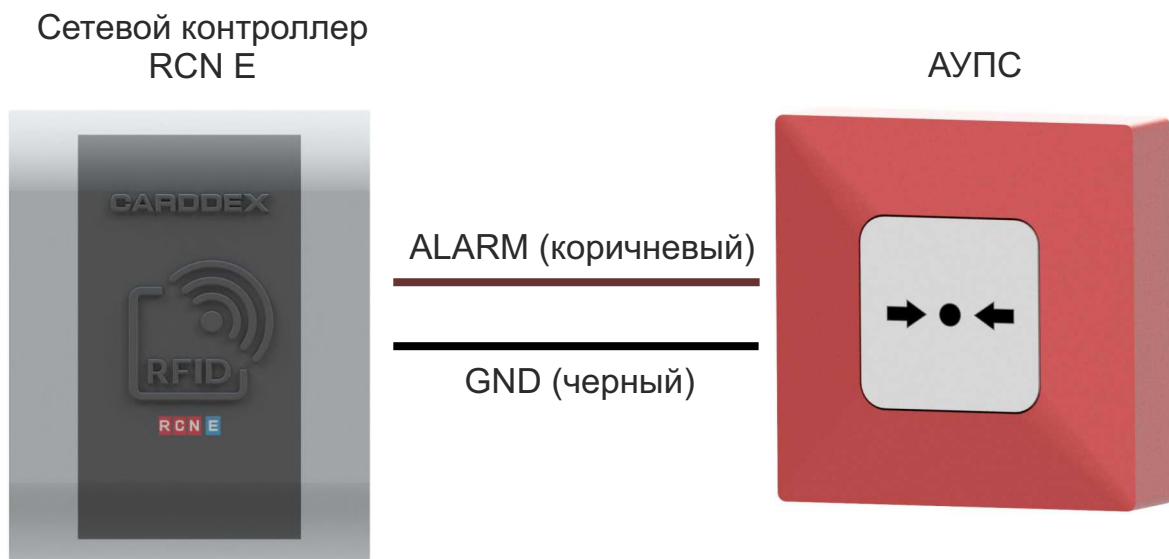

Рисунок 4.2 Подключение к «RCN E» АУПС
2. При подключении к АУПС на «сухой контакт» контроллер автоматически разблокирует проход во время пожарной тревоги. Контроллер подключается на нормально-разомкнутые контакты АУПС (Рисунок 4.2)